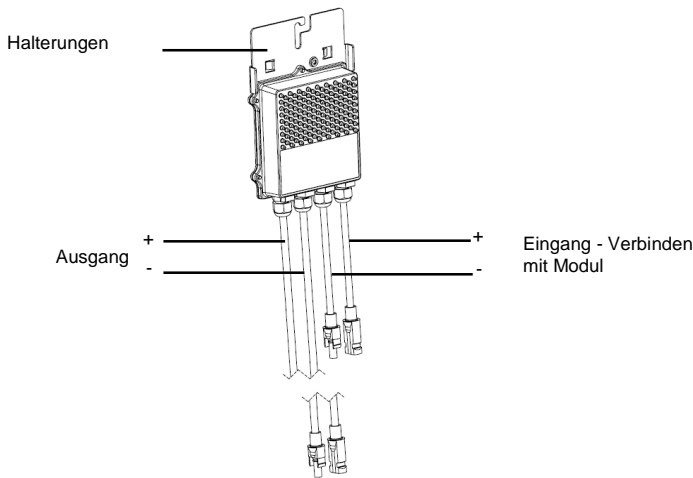

Abbildung 1: Leistungsoptimiereranschlüsse
- 1 Bestimmen Sie die Montageposition des Leistungsoptimierers und verwenden Sie die Halterungen des Leistungsoptimierers, um den Leistungsoptimierer mit der tragenden Struktur zu verbinden (siehe Abbildung 1).